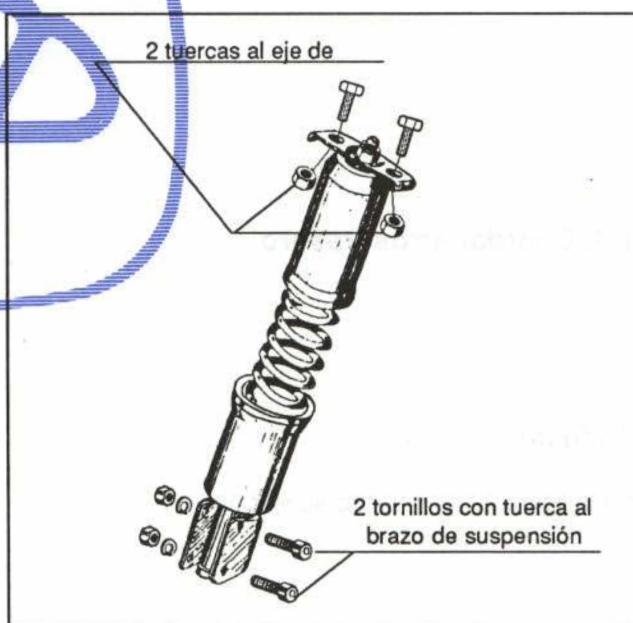

Figura 24.- Fijación del amortiguador
Atomillado, según se indica en la figura 24.
- Amortiguador (figura 24)